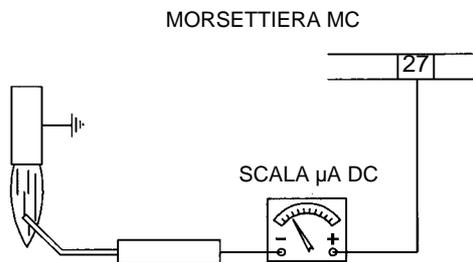

Fig. 27: Rilevazione con elettrodo
- Esame elettrodo di rilevazione, pulizia, eventuale registrazione e, se necessario, sostituzione. In caso di dubbio verificare il circuito di rilevazione, dopo aver rimesso in funzione il bruciatore, seguendo gli schemi in Fig. 27 - Fig. 28.
Per controllare la corrente di rilevazione seguire lo schema di Fig. 27 o Fig. 28. Se il segnale è inferiore al valore indicato, verificare la posizione dell'elettrodo di rilevazione o della fotocellula, i contatti elettrici ed eventualmente sostituire l'elettrodo o la fotocellula.